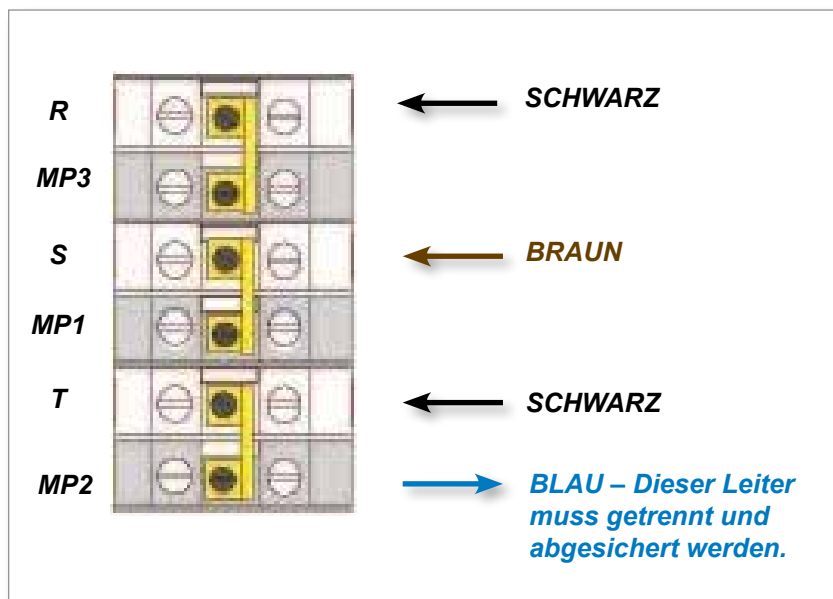

Figure 9-3 Nullleiter trennen – Position durch blauen Pfeil gekennzeichnet
1. Trennen Sie den (blauen) Nullleiter von der Klemme unten rechts. Siehe Figure 9-3.